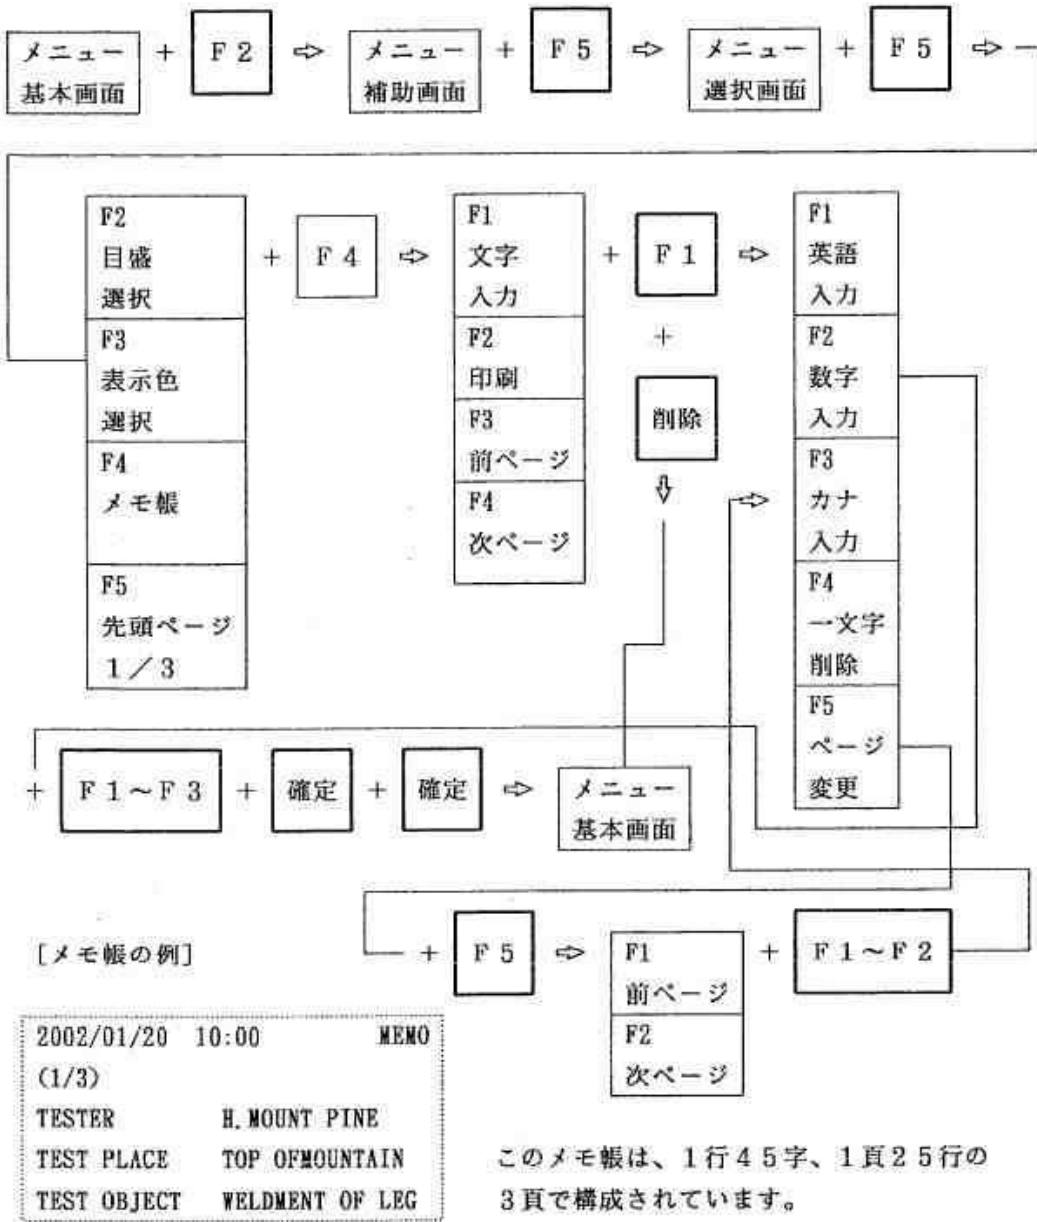

図 6.2.18 メモ帳手順のフロー
- ① 選択キー [F 2] を 1 回押すとメニューエリアにメニュー補助画面が表示されます。
- ② 選択キー [F 5] を 1 回押すとメニューエリアに選択メニューが表示されます。
- ③ 更に、選択キー [F 5] を 1 回押すとメニューエリアには図 6.2.18 に示す選択メニューが表示されます。
- ④ 選択キー [F 4] を 1 回押すとメニューエリアにはメモ帳選択メニューが表示されます。
- ⑤ 文字を入力する場合は、選択キー [F 1] を 1 回押します。この操作で表示器上の各表示エリアは日付表示の部分を除き全エリアがメモエリアとなり、その中にカーソルが表れます。矢印キーでカーソルの位置を設定し、5.5.1.(2)(4)と同じ方法で、文字を入力します。
- ⑥ 文字を削除したい時は、メモ帳選択メニューがメニューエリアに表示されている状態で、選択キー [F 1] を 1 回押し、続いて選択キー [F 4] を 1 回押し、矢印キーで削除すべき文字にカーソルを設定し、選択キー [F 4] を 1 回押します。その文字は削除され、その文字の位置は、スペースとして残ります。更に文字を削除したい場合には、この方法を繰り返して下さい。削除した文字の代わりに新しい文字を入力状態場合には、選択キー [F 1] を 1 回押し、上で説明した方法を繰り返して下さい。
- ⑦ 文字の入力を終了する時は、確定キーを 2 回押すと、図 6.2.18 に示したように、メニューエリアはメニュー基本画面に戻ります。
- ⑧ メモ帳に記載した内容を全部削除したい場合は、選択キー [F 1] を 1 回押し、文字種類/文字削除選択メニューを表示させた状態で、削除キーを 1 回押します。この操作で、[全ての文章を消去しますか?]の警告が表示されますから、削除したい場合は確定キーを 1 回押します。メニューエリアの表示はメニュー基本画面に戻ります。